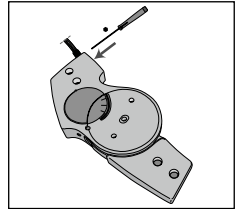

Fig. 8
7. Desserrez la vis de sécurité sur le côté de la articulation de deux tours (Voir Fig. 8). Ne pas enlever la vis de la articulation.
18. Serrez ensuite correctement la vis de sécurité de la satellite. (Voir Fig. 8).